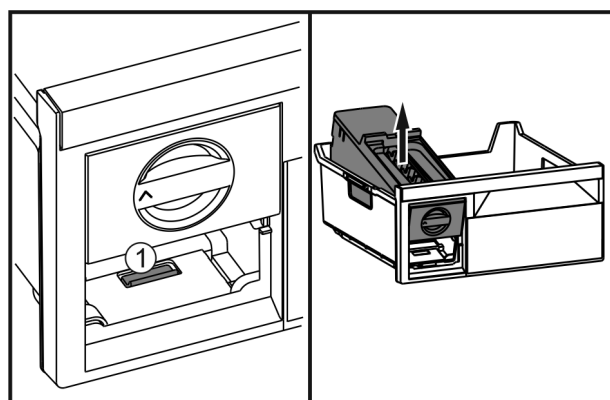

Fig. 80
- ▶ Pritisnite spono Fig. 80 (1), dvignite EasyTwist-Ice z zadnje strani in vzemite iz predala za zamrzovanje.